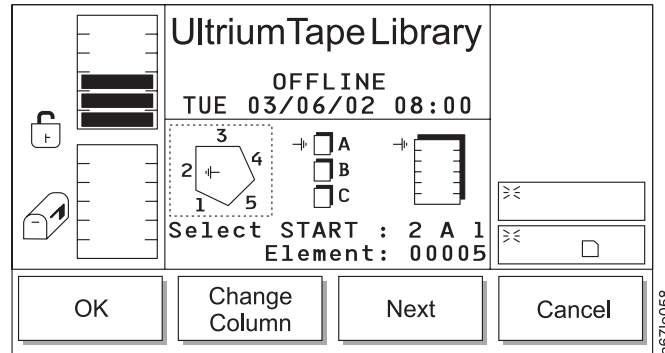

Abbildung 118. Dialog zum Scannen von Barcodes
Tabelle 67. Übersetzung von Abb. 118, Dialog zum Scannen von Barcodes
- Wird **Next** ausgewählt, ändert sich der aktuelle Quellenparameter (wie im Dialog zum Scannen von Barcodes in Abb. 118 auf Seite 137 dargestellt) von einem Ablagefach in eine Säule.
- Wird **Cancel** ausgewählt, erscheint der Dialog zum Scannen von Barcodes (siehe Abb. 118 auf Seite 137).